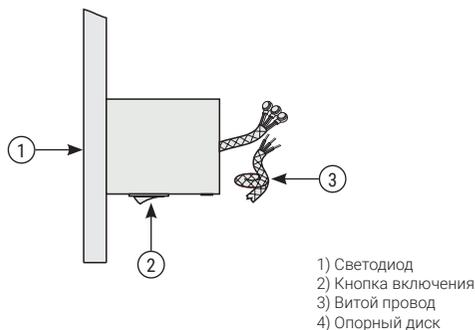

Рис. 13
5.16. Кнопка включения изделия расположена в нижней части блока подключения (рис. 13), в процессе нагрева светодиод горит красным светом.
5.17. Для подключения через скрытую проводку необходимо демонтировать витой провод (рис. 13).